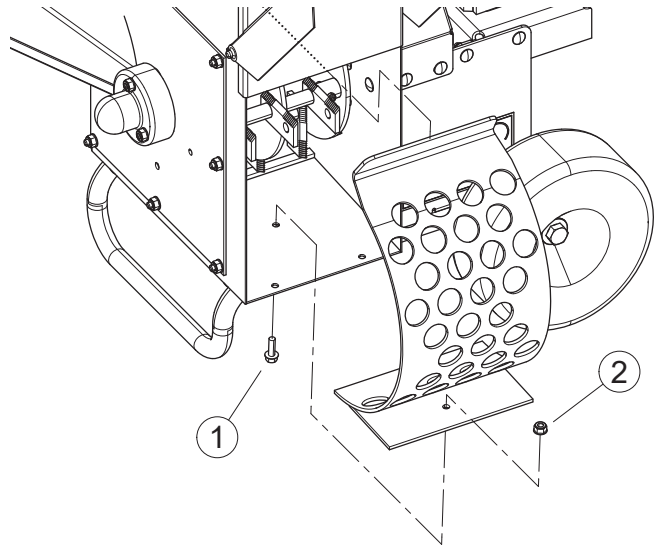

Figure 5.8, Remplacement de l'écran de décharge
- Retirez le boulon de 5/16 × 1 po. (1) ainsi que l'écrou (2) à embase maintenant l'écran de décharge sur le châssis (Figure 5.8). Tirez sur l'écran de décharge pour le faire sortir de la partie inférieure et tournez le haut vers le bas pour le retirer.